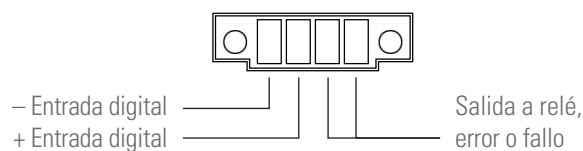

Fig. 15. Conector Entrada digital-Salida a relé.
- El equipo dispone de un conector de cuatro terminales para una entrada digital y una salida a relé (ver Fig. 15).